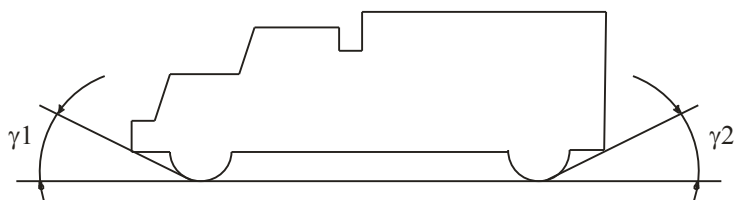

Рис. 2 Передний и задний углы свеса (γ_1 и γ_2) транспортного средства
2.2.6 Передний и задний углы свеса (γ_1 и γ_2) взвешиваемого транспортного средства (рисунок 2), при использовании весов с пандусами, не должны быть меньше 12° . В противном случае, для взвешивания рекомендуется использовать весы с более пологими бетонными пандусами или врезные весы.